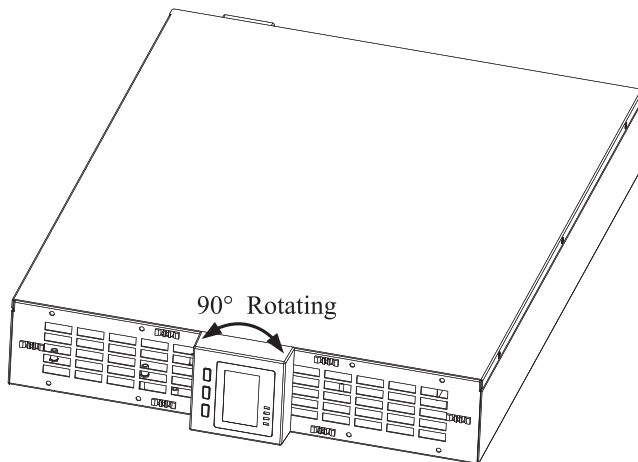

Рисунок 10
- Аккуратно потяните дисплей на себя и поверните его на 90 градусов по часовой стрелке для ИБП работающих в режиме 1:1 и против часовой стрелке для ИБП работающих в режиме 3:1 (рисунок 10).